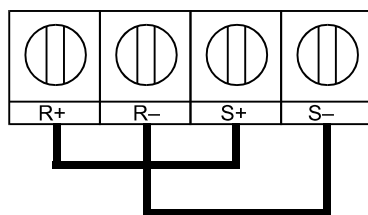

Рис. 6.52 Подключение цепей при использовании интерфейса RS-485
- В случае использования интерфейса RS-485 канал S+ должен быть подключен к R+, а S- к R- снаружи инвертора.. См. Рис. 6.52 ниже.